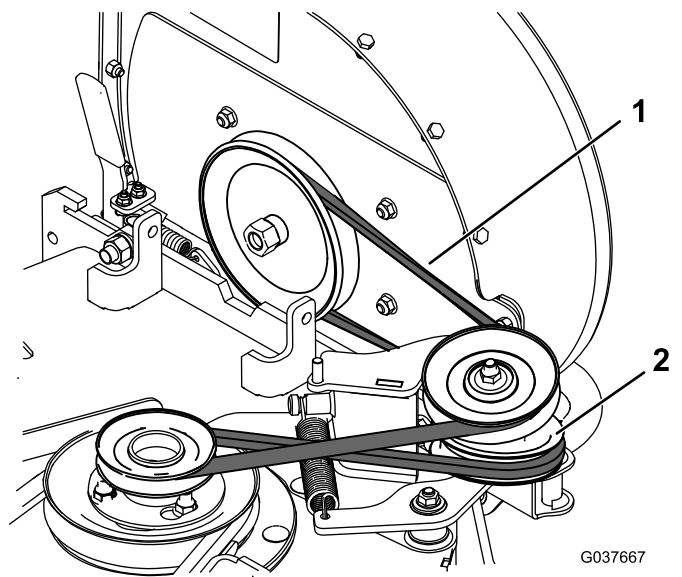

図 26
6. スプリング付きのアイドラプーリを引っ張ってベルトのテンションを弱める 図 26。
9. 図 26 のように、ベルトをブロアとアイドルプーリに取り付ける。